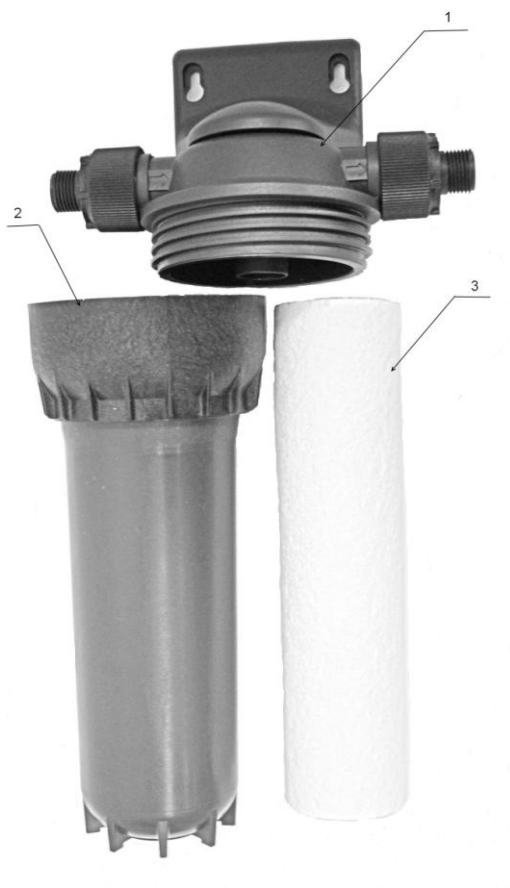

Рис.19. Фильтр тонкой очистки топлива.
4.5.2 Обслуживание фильтра тонкой очистки заключается в замене фильтрующих вставок из полипропилена, размер 10", фильтрующая способность 20-25 мкм. Для замены отверните колбу фильтра (Рис.19 поз.2), от корпуса фильтра (Рис. 19 поз.1) , замените фильтрующую вставку (Рис.19 поз.3), установите колбу на место. Замена вставок производится ежемесячно при сильной загрязненности масла еженедельно.
Регулятор 1-го типа Рис.19 используется для регулирования давления воздуха. Для чистки регулятора снимите крышку поз. 1 вверх до щелчка, отверните против часовой стрелки верхнюю часть регулятора поз.2, достаньте мембрану поз.4, отверните стопорную гайку поз.6, и достаньте шток регулятора поз.5. Уберите все загрязнения и твердые частицы внутри корпуса